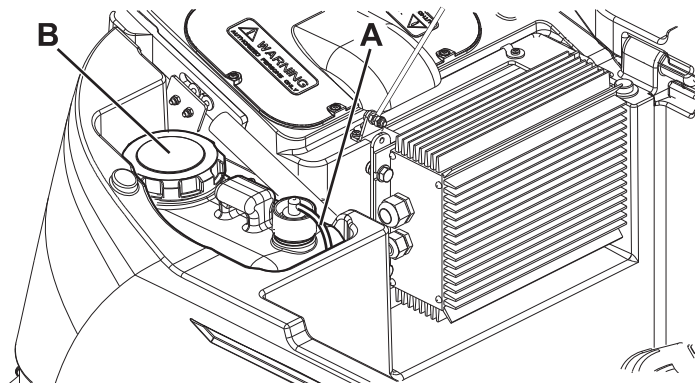

Abbildung 10
2. Deckel (20) öffnen und sicherstellen, dass der Schmutzwassertank (19) leer ist. Gegebenenfalls mit dem Ablassrohr (24) entleeren. Den Deckel (20) schließen.
3. Tankeinheit (44) vorsichtig anheben.
4. Deckel abdrehen und Rohr (A, Abb. 10) vom Tank (B) abnehmen.
7. Tank (42) wie auf der Abbildung wieder in seinem Fach positionieren und an das Rohr (A) anschließen.